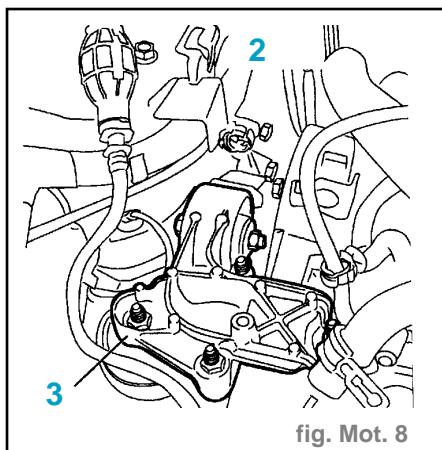

fig. Mot. 8
- Monter les grains de réglage (2) ainsi déterminés, puis les poussoirs.
- Soutenir le moteur avec un palan par l'anneau de levage (2) fig. Mot. 8).
- Déposer le support moteur (3) (fig. Mot. 8).
- Soutenir le moteur avec un palan par l'anneau de levage (2) (fig. Mot. 8).